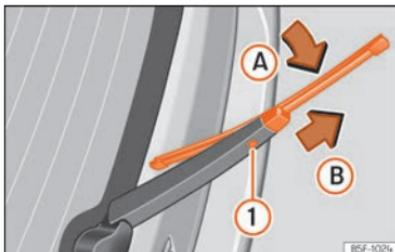

Abb. 194 Scheibenwischerblatt der Heckscheibe auswechseln.
- Das Wischerblatt leicht drehen »» (Abb. 194) (Pfeil A).
- Die Entriegelungstaste ① gedrückt halten und gleichzeitig das Scheibenwischerblatt in Pfeilrichtung B abziehen.
- Neues Scheibenwischerblatt **gleicher Länge und Ausführung** entgegen der Pfeilrichtung B auf den Scheibenwischerarm schieben, bis der Mechanismus ① einrastet.